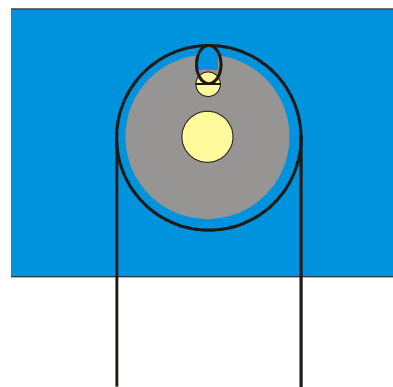

Fig. 8: Representación esquemática del paso del hilo alrededor de la roldana en el transductor de desplazamiento
- Se afloja el tornillo en la roldana del transductor de desplazamiento. Se le da una vuelta al hilo alrededor de la roldana, se saca de la ranura y se hace un lazo alrededor del tornillo. Se fija el hilo con el tornillo (ver fig. 8).